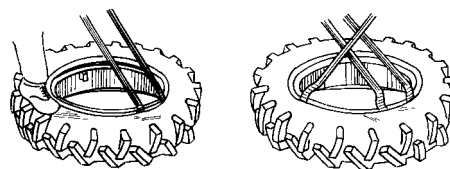

Рис. 3-33. Демонтаж шины
- Обычный протектор колес машины с общим клиренсом составляет 1300 мм, и еще 4 протектора могут использоваться через различные соединительные позиции центральной пластины и обода колеса, как показано на рис.3-33.